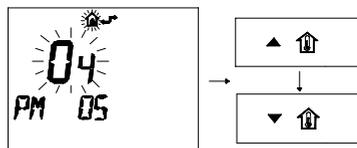

Figura 8.15
- Modificare il SET programmato agendo sui pulsanti   o   ed aspettare che il numero programmato cominci a lampeggiare (Figura 8.15)